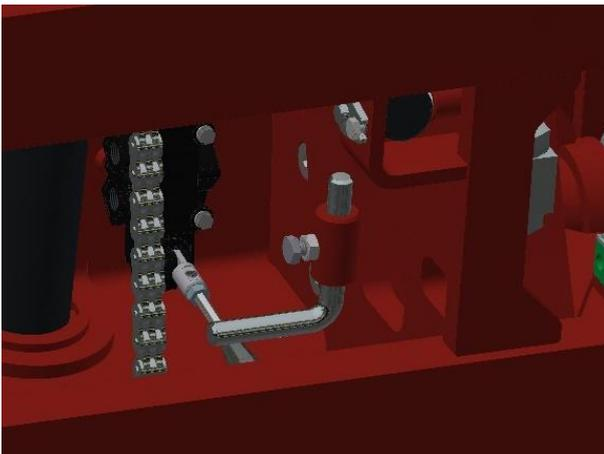

Abb. 3.2.1- Hydraulischen Endanschlags/Schalters
Das K90 Vornüber-Drehgerät ist gegen unbeabsichtigtes Öffnen der Oberklemme während des Drehens mit einem Hydraulischen Endanschlag/Schalter gesichert. Siehe Abb. 3.2.1. Wenn die Oberklemme in horizontaler Position nicht geöffnet werden kann, muss kontrolliert werden, ob der Endanschlag /Schalter doch bedient werden kann. Sollte dies nicht der Fall sein, dann muss der Endanschlag /Schalter so weit nach oben gebracht werden, dass der hydraulische Schalter wieder schaltet.
2. Lösen Sie die Schraube und Kontermutter in der Einstellbuchse. Siehe Abb. 3.2.1.